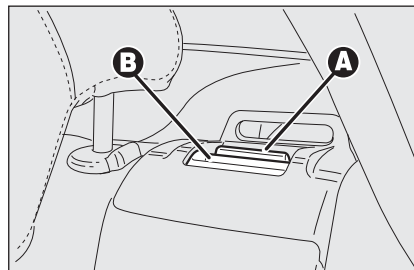

fig. 96
- ☐ sollevare la leva **A-fig. 96** di ritengo schienale e ribaltare quest'ultimo in avanti. Il sollevamento della leva è evidenziato da una "banda rossa" **B**.
**Assicurarsi che lo schienale risulti correttamente agganciato su entrambi i lati (“bande rosse” B-fig. 96 non visibili) per evitare che, in caso di brusca frenata, lo schienale possa proiettarsi in avanti causando ferimento ai passeggeri.**